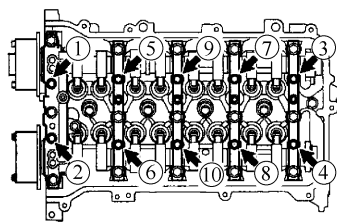

图 1-82 拆下凸轮轴轴承盖螺栓
10) 拆卸凸轮轴轴承盖。按图 1-82 中数字所示顺序, 均匀地拧松并拆下 10 个轴承盖螺栓。